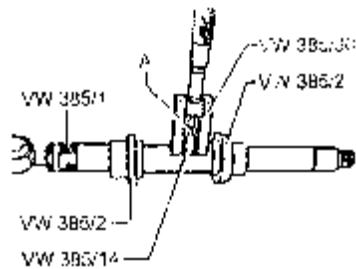

图 7-202 设置万用芯棒
2) 按图 7-202 所示调整好万用芯棒，使测量表接长杆 VW385/16 $A=12.3\text{mm}$ ，万用芯棒 VW385/30 设置 $R0=59.2\text{mm}$ 。